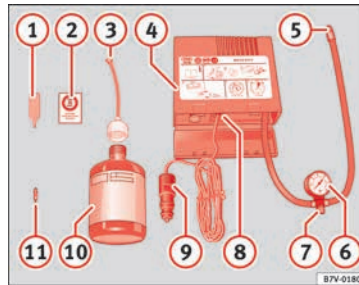

Fig. 64 Representación estándar: contenido del kit antipinchazos.
- Desenrosque la caperuza y el obús de la válvula del neumático. Utilice el aparato » » » **fig. 64 ①** para extraer el obús. Colóquelo en una superficie limpia.
- Agite con fuerza la botella de sellante de neumáticos » » » **fig. 64 ⑩**.
- Enrosque el tubo de inflado » » » **fig. 64 ③** en la botella de sellante. El precinto de la botella se romperá automáticamente.
- Retire el tapón del tubo de llenado » » » **fig. 64 ③** y enrosque el extremo abierto del tubo en la válvula del neumático.
- Vuelva a colocar el obús con el aparato » » » **fig. 64 ①** en la válvula del neumático.
- Enrosque el tubo de inflado del neumático del compresor » » » **fig. 64 ⑤** en la válvula del neumático.
- Compruebe que el tornillo de evacuación de aire está cerrado » » » **fig. 64 ⑦**.
- Acople el conector » » » **fig. 64 ⑨** a toma de corriente de 12 voltios del vehículo » » »  pág. 185.
- Conecte el compresor de aire con conmutador ON/OFF » » » **fig. 64 ⑧**.